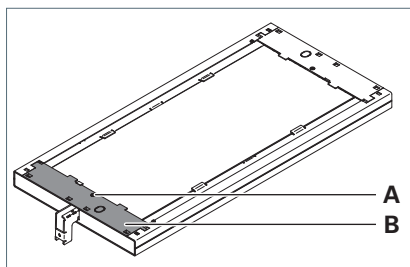

Fig. 1: Retirer le recouvrement.
- Retirez la vis **A** du recouvrement **B**, voir Fig. 1.